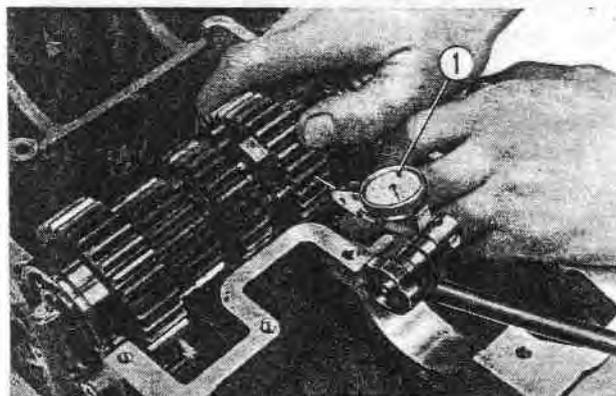

Fig. 5-9 ① Petit comparateur
1. Jeu des pignons. (Fig. 5-9)